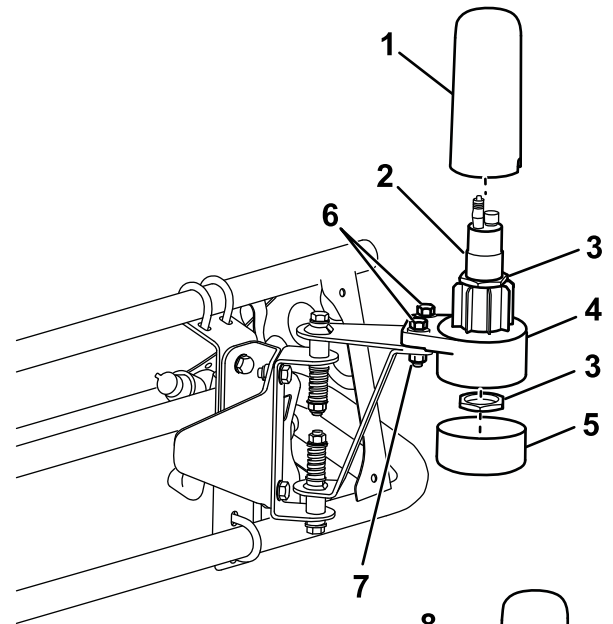

図 10
4. センサー取り付け用金具に下側センサーハウジングを取り付ける；ボルト (5/16 x 1/4 インチ) (2本) とロックナット (5/16 インチ) (2個) を使用する (図 10)。
6. 下側センサーハウジングにセンサーを差し込んでセンサーに付属している大きいナット (2個) で固定する (図 10)。
7. キャップチューブとカバーを取り付ける (図 10)。